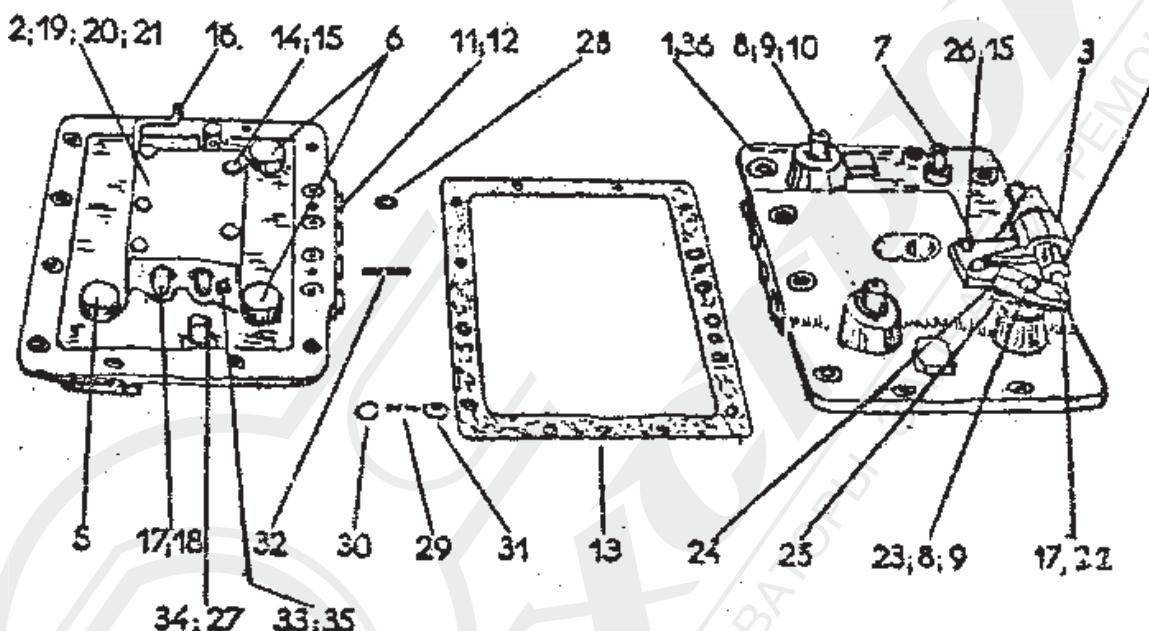

Рис. 2-27. Управляющая крышка коробки скоростей.
2.3.3.17. Демонтаж управляющей крышки /рис. 2-27/
Описание рис. 2-27.